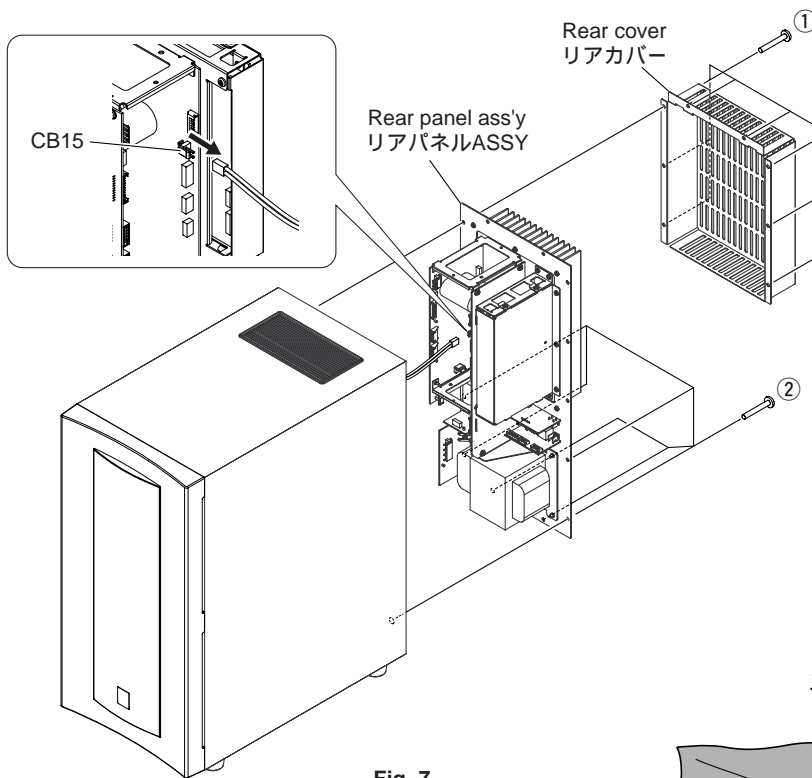

Fig. 7
- Remove 8 screws (①). (Fig. 7)
- Remove the rear cover. (Fig. 7)
- Remove 6 screws (②). (Fig. 7)
- Pull out the rear panel ass'y slowly. (Fig. 7)
- Remove CB15. (Fig. 7)
- Remove the rear panel ass'y. (Fig. 7)
- ①のネジ8本を外します。(Fig. 7)
- リアカバーを取り外します。(Fig. 7)
- ②のネジ6本を外します。(Fig. 7)
- リアパネルASSYをゆっくり引き出します。(Fig. 7)
- CB15を外します。(Fig. 7)
- リアパネルASSYを取り外します。(Fig. 7)